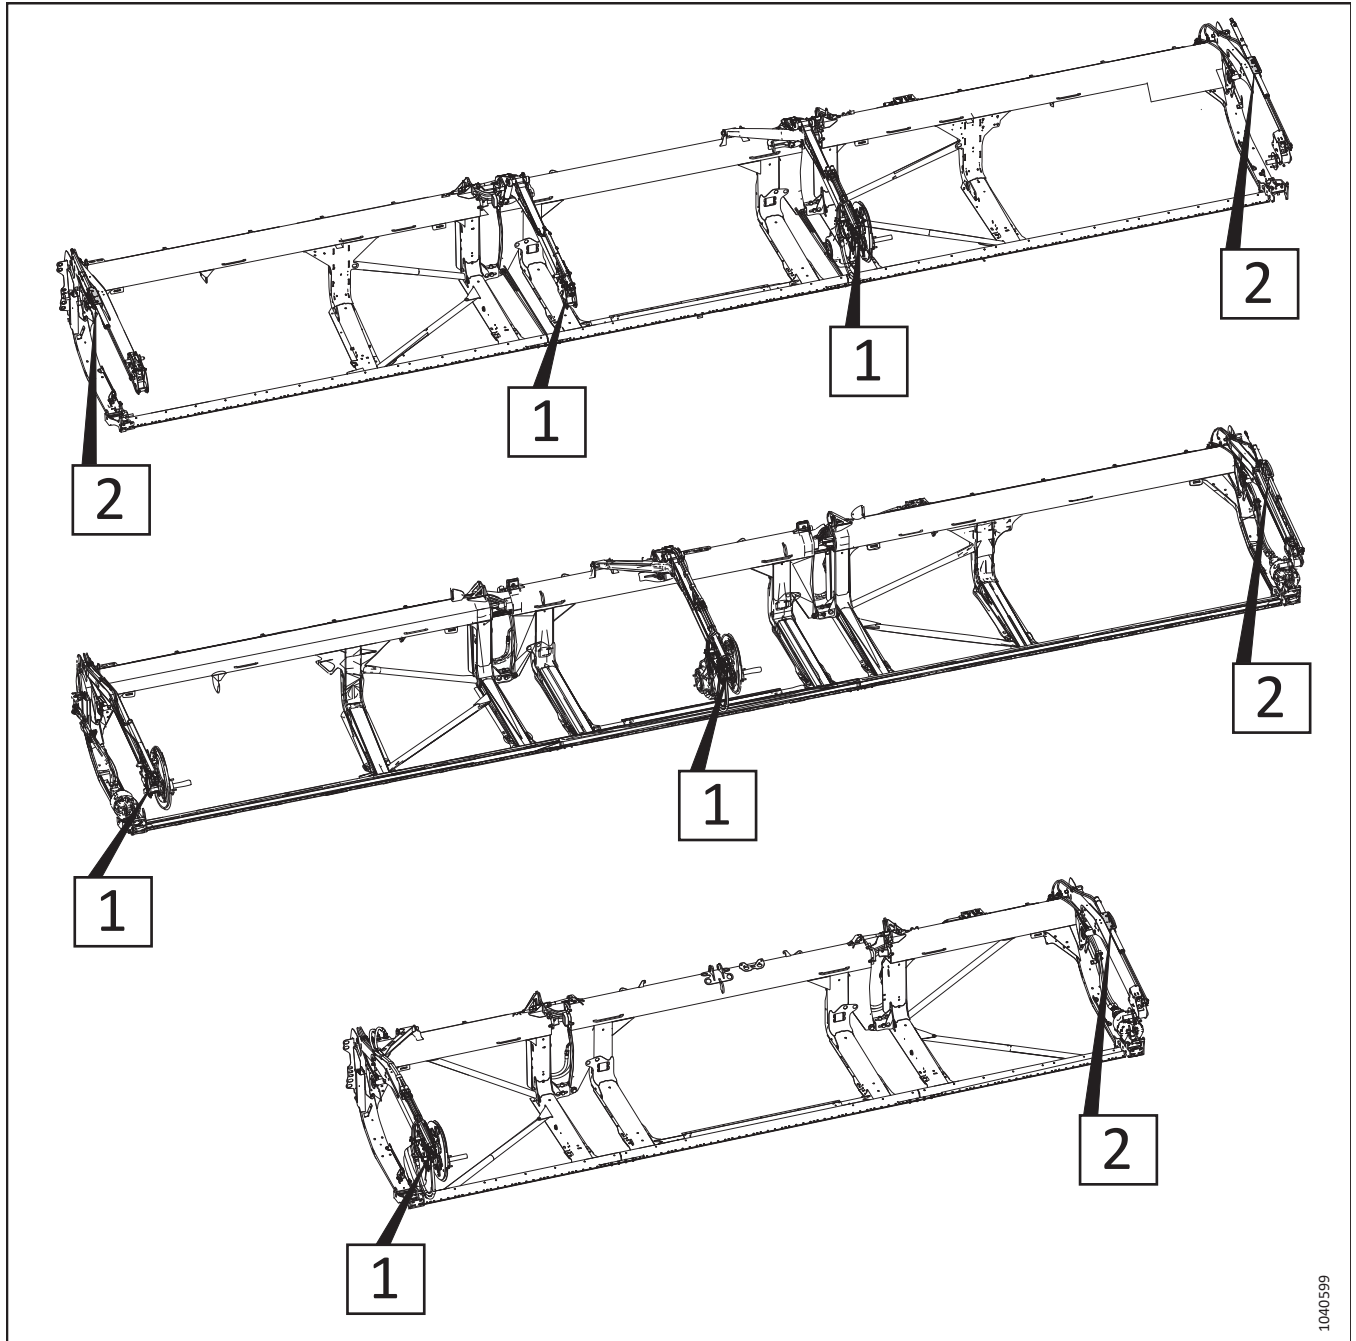

Figura 3.215: Cilindri longitudinali regolabili – Numeri di riferimento della procedura
5. Per determinare le procedure di regolazione dei cilindri longitudinali per il proprio tipo di testata, vedere la Figura 3.215, pagina 193. Il numero sulla figura si riferisce a una delle seguenti procedure: